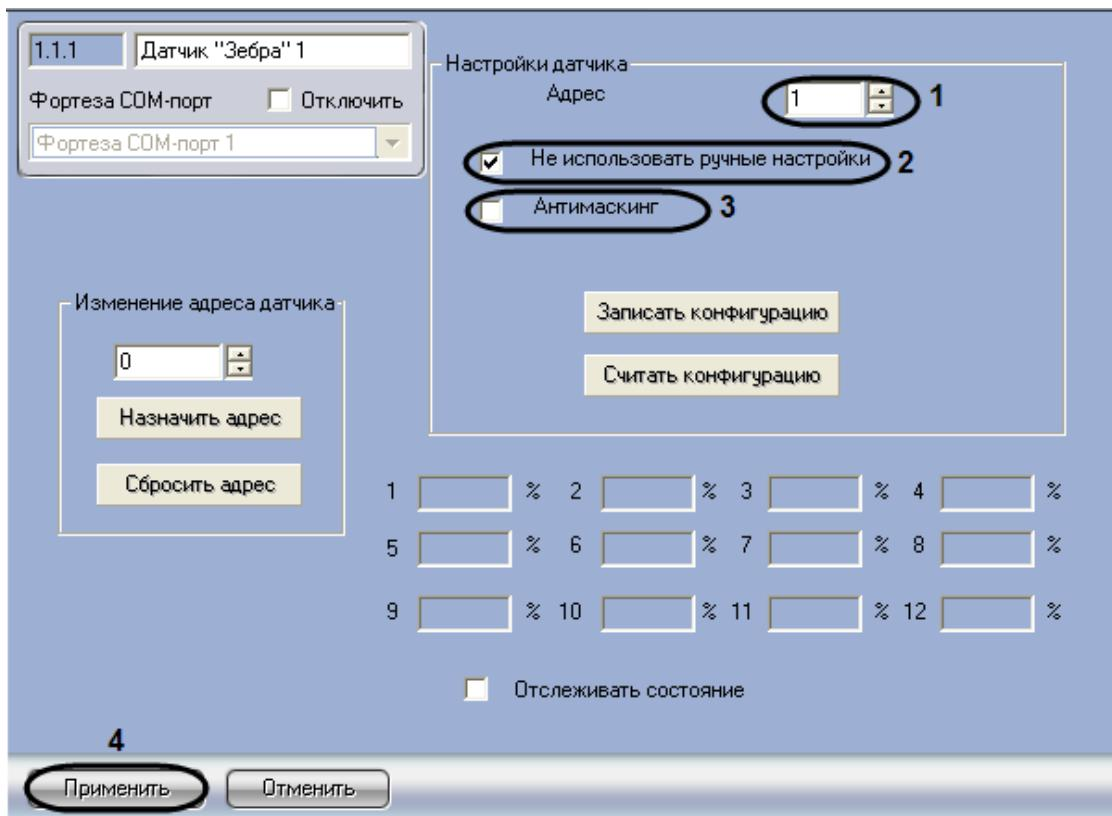

Рис. 3.5—2 Настройка датчика Зебра
2. В поле **Адрес** отображается аппаратный адрес подключенного датчика *Зебра* (см. Рис. 3.5—2, 1). Адрес считывается из устройства при автоматическом построении дерева объектов. Для изменения адреса следует воспользоваться группой **Изменение адреса датчика** (см. раздел *Изменение адреса датчика*).
3. В случае, если требуется использовать в устройстве настройки, произведенные из ПК *ACFA Intellect*, необходимо установить флагок **Не использовать ручные настройки** (см. Рис. 3.5—2, 2). В случае, если требуется использовать настройки, установленные физически с помощью регуляторов на плате датчика, необходимо снять данный флагок.